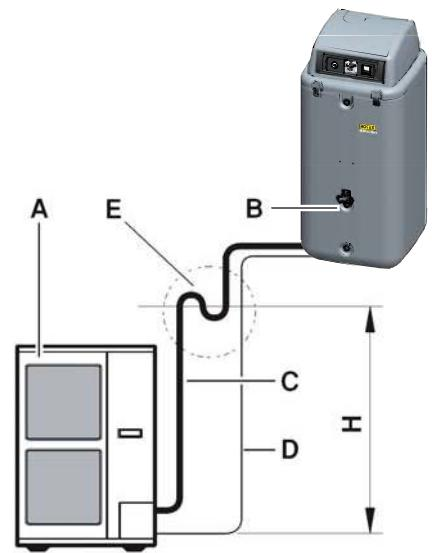

Bild 2-28 Ölhebebogen Kältemittelleitung
- Ein Ölhebebogen muss aller 10 m Höhenunterschied installiert werden (Bild 2-28, H = Abstand von Ölhebebogen zu Ölhebebogen).